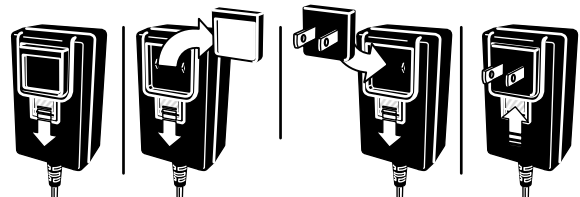

Figura 8
4. Retire el inserto de protección del adaptador de alimentación y coloque el enchufe que corresponda a su región (Figura 8).